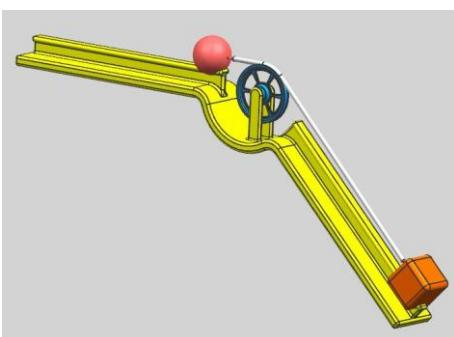
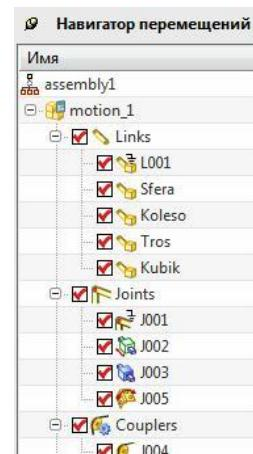
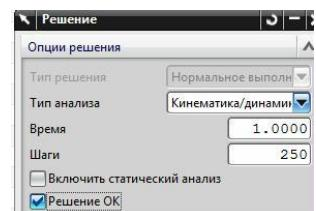

Рис.102
рис.104
рис.105
- Смысл этой кинематической пары достаточно красноречиво демонстрируется на рис.102.
- Представление соответствующей строки данной передачи в навигаторе перемещений показано на рис.104 (J004).
- Возьмите из учебной директории **Prim_Tros** все необходимые детали, и самостоятельно выполните анимацию механизма, показанного на рис.102. Навигатор перемещений этого примера показан на рис.104. Обратите внимание на то, что в одном Ползуне задан движитель с постоянной скоростью 200 мм /сек. Синее колесо, связанное с неподвижным основанием Вращательным шарниром также имеет постоянный движитель (со скоростью 540 град /сек). Рекомендованные параметры Решения показаны на рис.105. Убедитесь в том, что эта связь во многом является чисто декоративной.